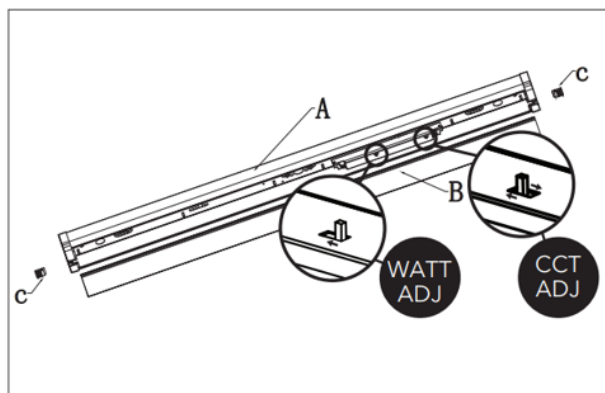

Figure 12
- Retirez le diffuseur, faites glisser le petit couvercle (PIÈCE C) hors de l'embout du boîtier du luminaire (PIÈCE A), puis retirez le diffuseur (PIÈCE B). Veuillez consulter la figure 12 à titre de référence.
- Les options de TCC sont les suivantes : 3500/4000/5000 K. Le luminaire est préréglé à 4000 K. Trois options de réglage de puissance sont disponibles. (préréglé à la puissance maximale). Veuillez consulter la figure 12 à titre de référence.